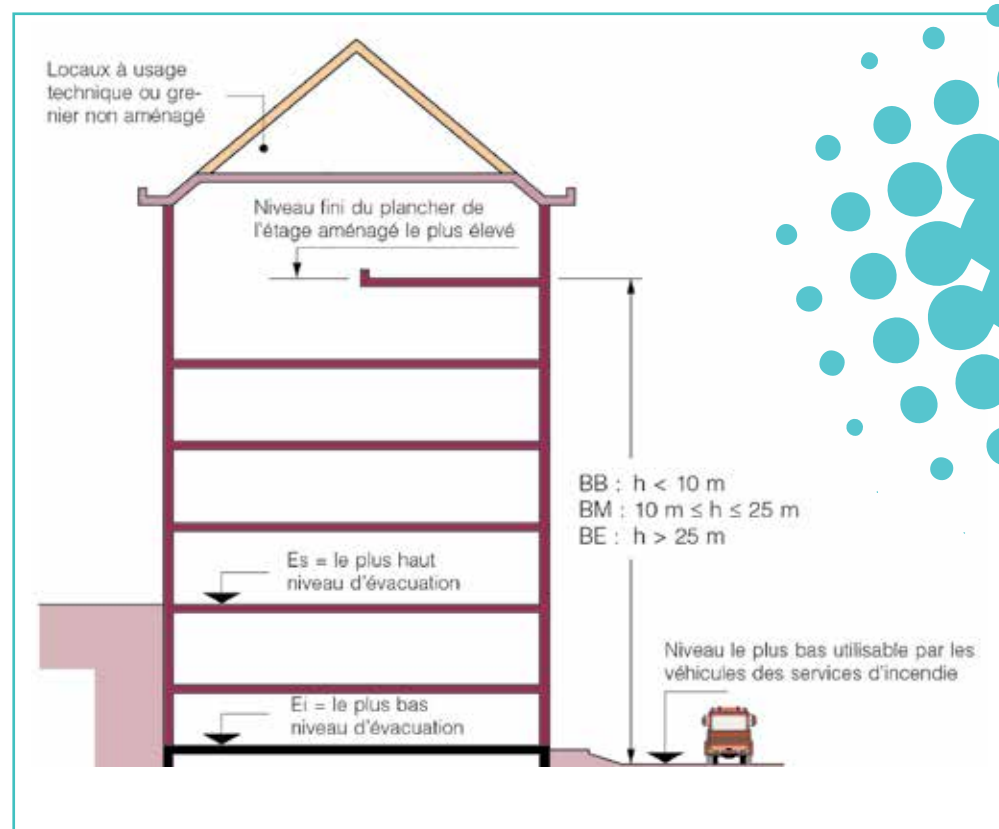

Fig. 1 Illustration de la hauteur des bâtiments (source : SPF Intérieur)
En Belgique, les exigences minimales de sécurité incendie auxquelles doivent satisfaire tous les nouveaux bâtiments sont formulées dans l'arrêté royal du 7 juillet 1994 (2) fixant les normes de base en matière de prévention de l'incendie. Ces normes de base, qui sont des textes de loi, distinguent les bâtiments bas (hauteur inférieure à 10 m), les bâtiments moyens (hauteur comprise entre 10 et 25 m) et les bâtiments élevés (hauteur supérieure à 25 m) (voir figure 1).